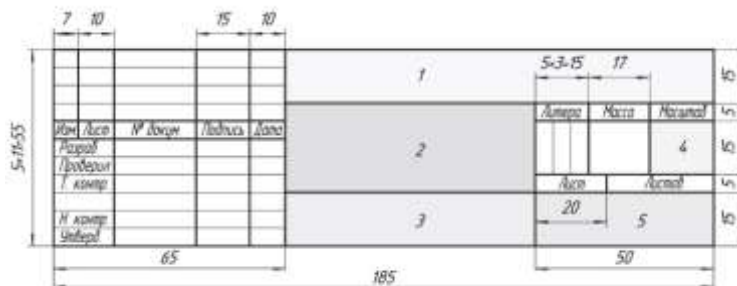

Рис.2 Пример выполнения основной надписи формы 1
1. На формате А4 оформите основную надпись, соблюдая размеры основной надписи (рис.2) вычертите контуры сплошной тонкой линией;